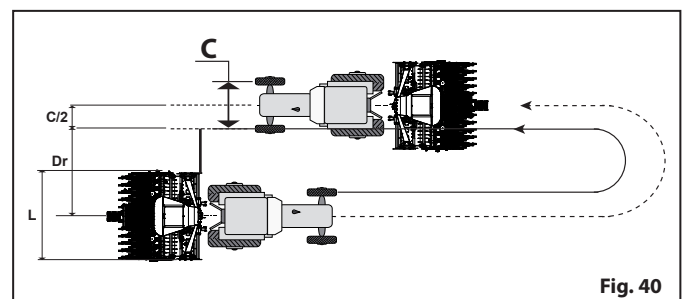

Fig. 40
**USTAWIENIE ZNACZNIKÓW PRZEJAZDÓW NA KOŁO CIĄGNIKA « Fig. 40 ».**